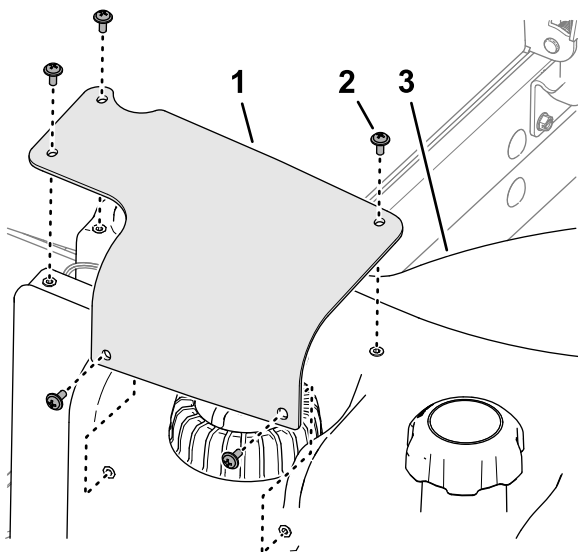

图 82
2. 拆下将燃油发送器盖固定到油箱的 5 个十字头螺丝然后拆下盖子 图 82。